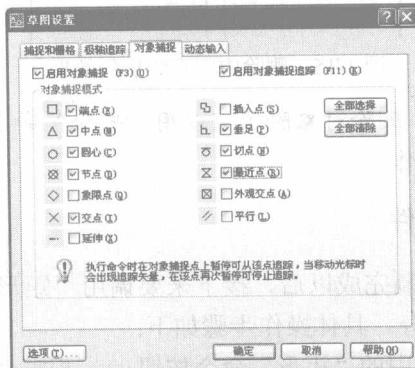

图 1-18 设置“草图设置”对话框
(3) 开始绘制折断线。用鼠标右击状态栏中的“对象捕捉”按钮，在弹出的快捷菜单中选择“设置”命令，弹出如图 1-18 所示的“草图设置”对话框，在“对象捕捉”选项卡中选中“最近点”复选框，然后单击“确定”按钮结束操作。